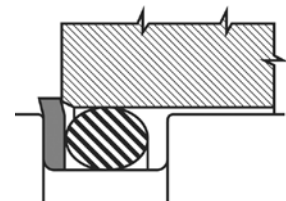

Bild 10.4
- Ist der Querschnitt des Rings zu groß, wird die Montage schwierig, ja unmöglich und der Ring nutzt sich unweigerlich ab (siehe Bild 10.4).